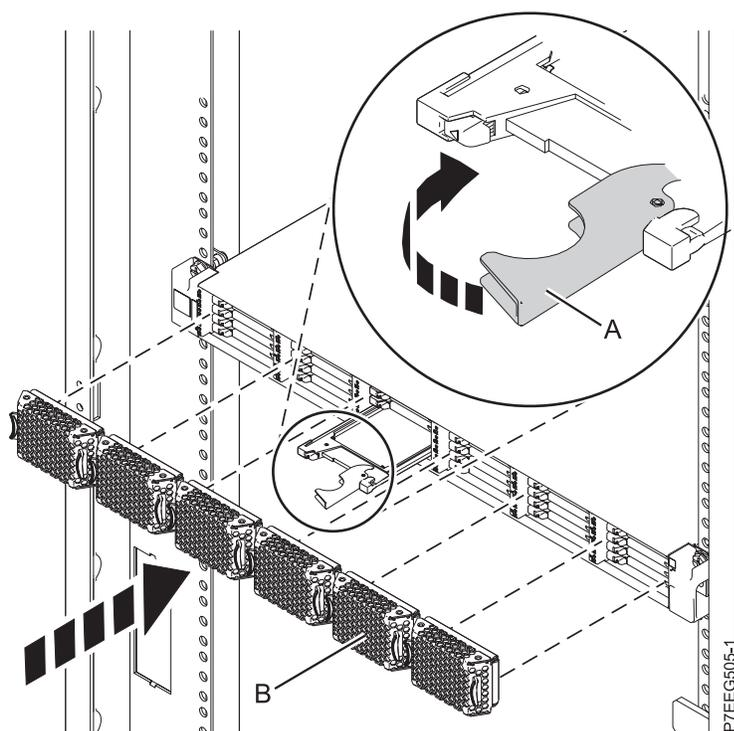

Figure 4. Installation d'une unité SSD dans l'armoire de stockage PCIe ED/R1
1. Avec la poignée en position déverrouillée, alignez l'unité SSD avec les rails de guidage dans le boîtier. Pour plus d'informations, voir figure 4, à la page 11.
5. Tournez la poignée (A) pour la mettre en position verrouillée.
6. Installez le panneau (B).